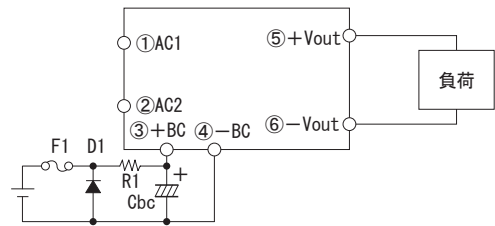

図3.11 逆接続防止
(4) R1 突入電流防止素子
(5) SK1 サージ保護素子
(6) D1 逆電圧保護ダイオード (DC入力)
- BC端子に極性が逆の電圧が加わると故障します。極性逆の電圧が加わる可能性がある場合は、図3.11のような保護回路を外付してください。